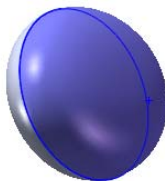

图 3.33.8 放样 2
Step8. 创建图 3.33.8 所示的零件特征——放样 2。选择下拉菜单 **插入(I)**  **凸台/基体(B)**  **放样(L)** 命令，选取草图 3 和草图 1 为放样 2 特征的轮廓；在 **开始约束(S):** 下拉列表中选择 **垂直于轮廓** 选项，输入起始处相切长度值 1.0；在 **结束约束(E):** 下拉列表中选择 **方向向量** 选项，选取基准面 2 作为结束约束的方向向量，输入结束处相切长度值 1.0，其他参数采用系统默认设置值；单击对话框中的  按钮，完成放样 2 的创建。